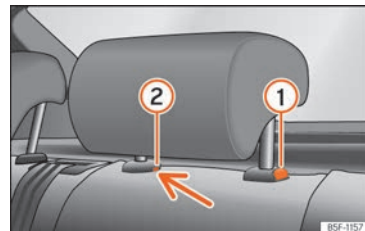

Abb. 110 Kopfstützen hinten: Ausbau.
- Drücken Sie die Taste »» **Abb. 110 ①** und gleichzeitig mit einem Schlitzschraubendreher (Breite max. 5 mm) in die Öffnung der Verriegelung **②** und ziehen Sie die Kopfstütze heraus.